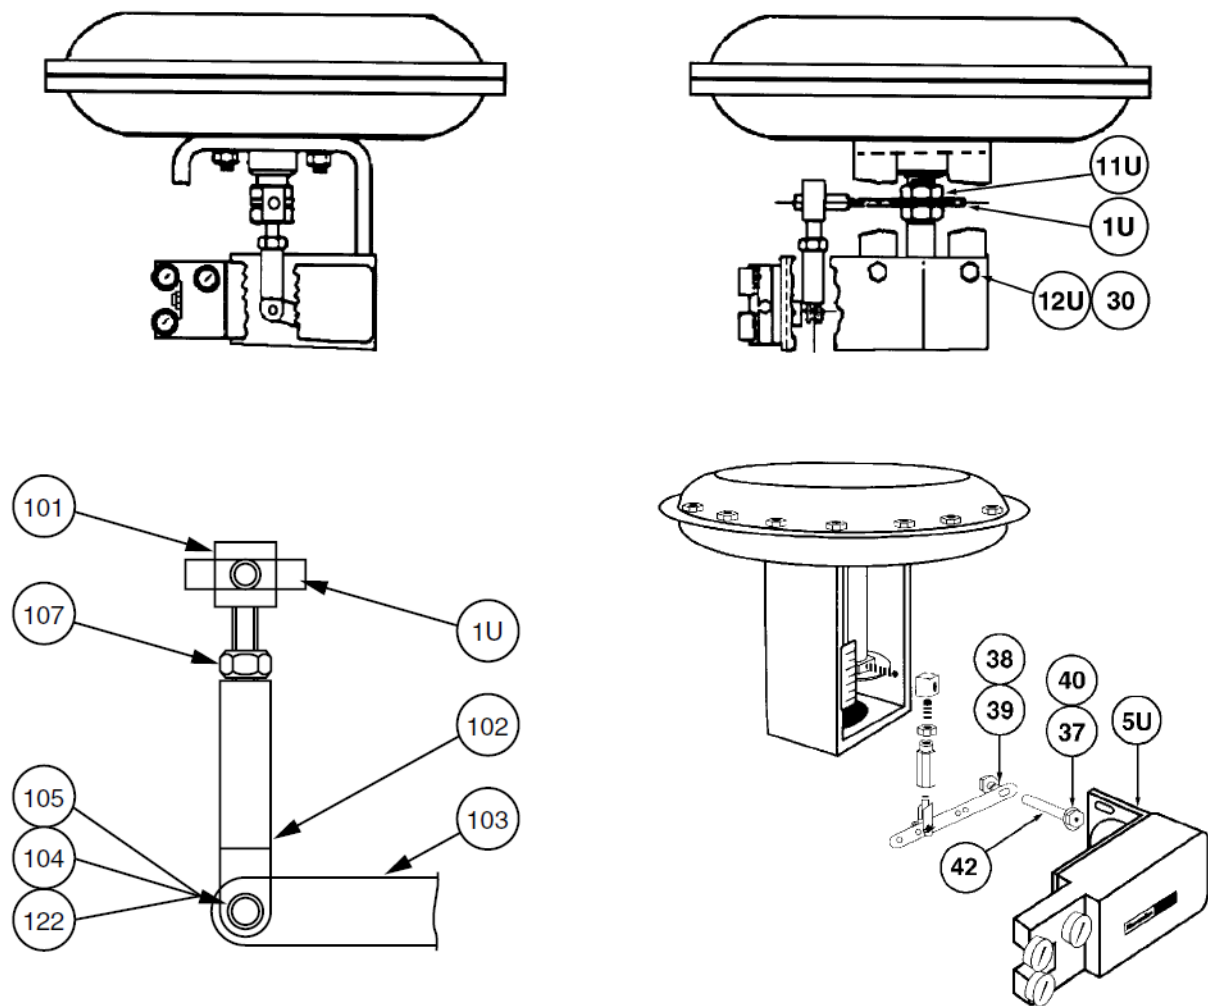

图 7 87U/88U 执行器
- 1. 在阀杆 上的两个锁定螺母（11U）之间安装 拉杆（1U）（图 7）。